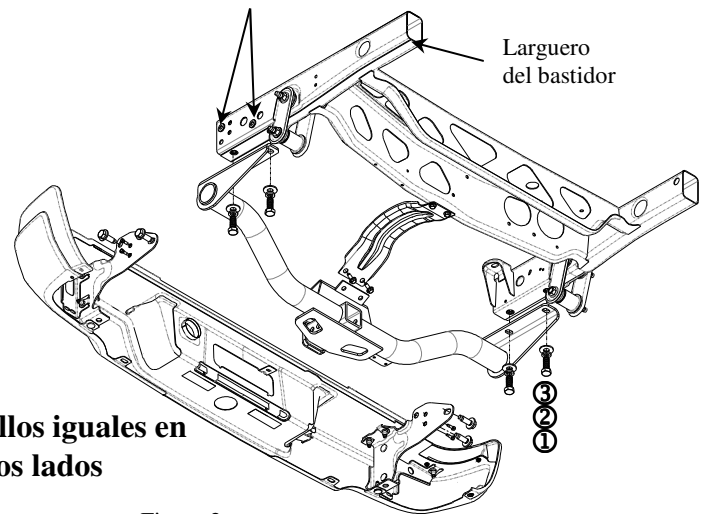

Figura 2.
1. Retire la estructura de impacto y el parachoques del vehículo (8 pernos). Retire (2) tornillos en cuna rueda de repuesto (mantener a volver a instalar). Desconecte el enchufe eléctricos. Devuelva la estructura de impacto al propietario.
3. Levante el enganche a su posición e instale los fijadores suministrados como se indica. Ver Figura 2.